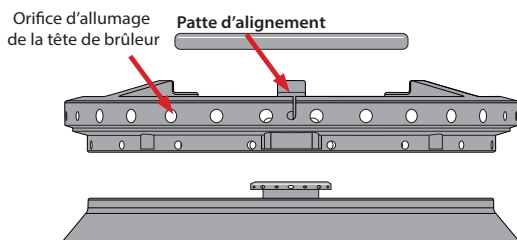

Figure 32 : Orifice d'allumage de la tête de brûleur
1. Soulever le capuchon de la tête de brûleur avant de nettoyer les têtes et les orifices d'allumage (See Figure 32).